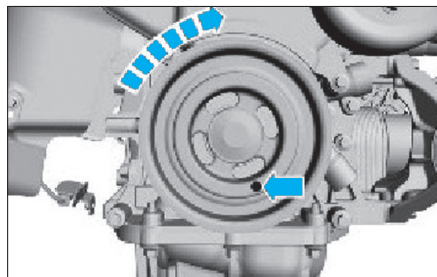

Fig. 4
- Tourner le vilebrequin dans le sens horaire jusqu'à ce que l'orifice se trouve en position 5 heure (Fig.4).